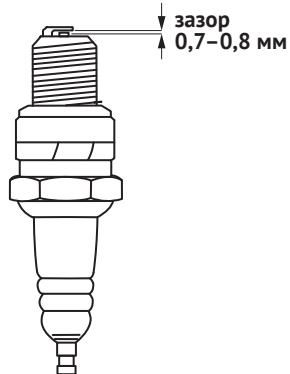

Рис. 14
- Снимите защитный колпачок (рис. 14) и удалите грязь с основания свечи зажигания и прилегающих поверхностей.